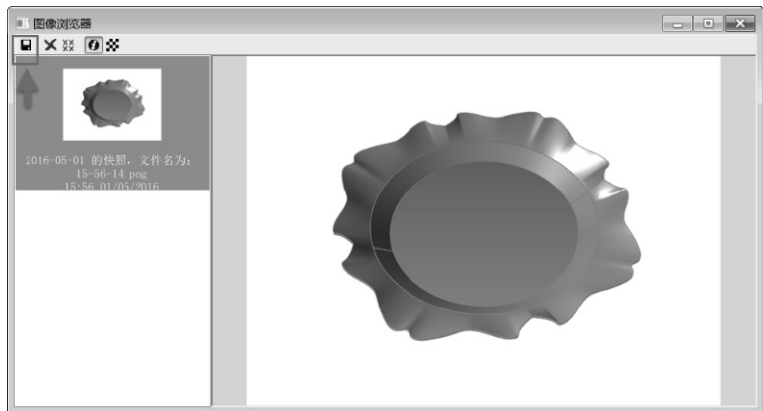

图 5-162 在图像浏览器中保存快照
14) 在图像浏览器中保存这张快照图片, 将其放置于计算机本地留作备用, 如图 5-162 所示。随后关闭“图像浏览器”窗口。